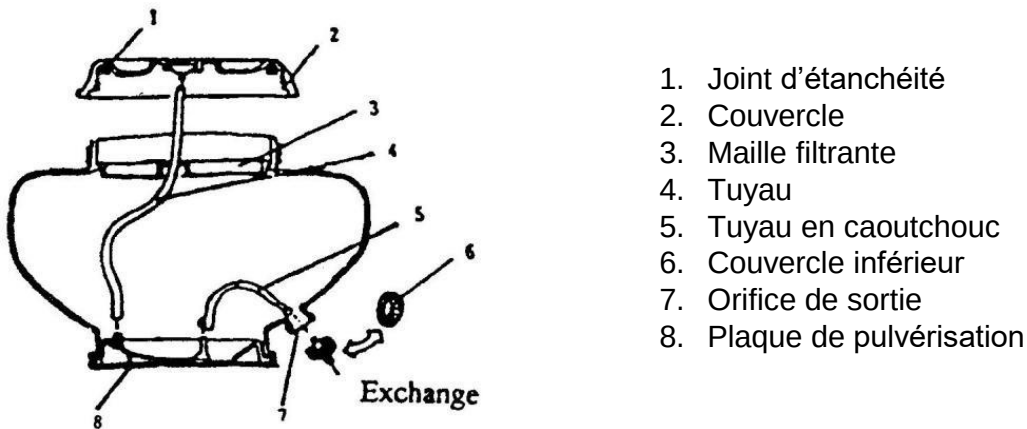

Fig. 2
3. Connectez le couvercle avec le tuyau en caoutchouc comme montré sur la figure 2.